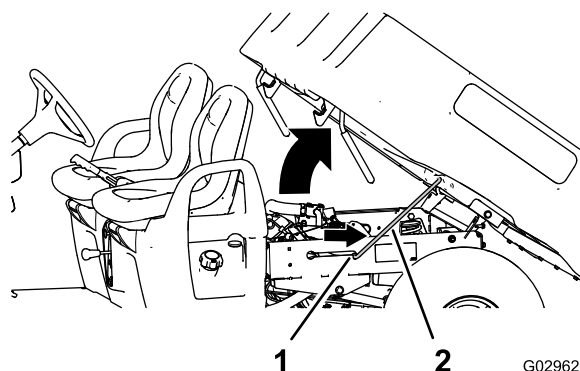

Figure 3
6. Engagez la béquille dans la fente de verrouillage pour bloquer le plateau en position (Figure 3).